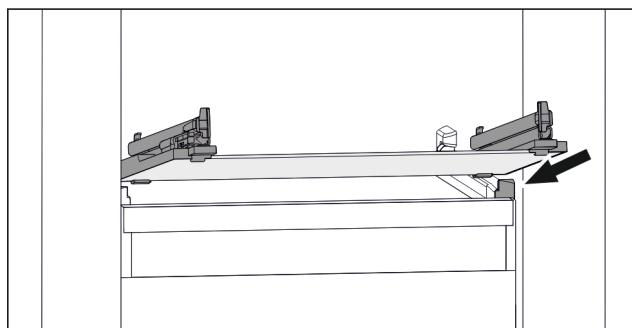

Fig. 47 Примерное отображение стеклянной пластины
- Наклоняя вниз, установите стеклянную пластину за стопоры. (см. Fig. 47)